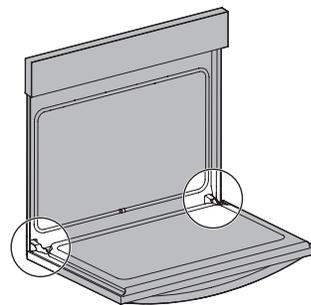

Figure 21: Emplacement de la charnière de la porte
1. Ouvrez complètement la porte du four, parallèlement au plancher (figure 21).
3. Ouvrez complètement la porte du four, parallèlement au plancher (figure 21).